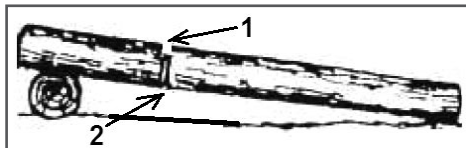

Рис. 16 Пропилы при раскряжке дерева на одной опоре
2. Бревно лежит на одной опоре (Рис. 16). Разгрузочный пропил (1) на 1/3 бревна делается сверху. Основной пропил (2) делается снизу навстречу разгрузочному пропилу.